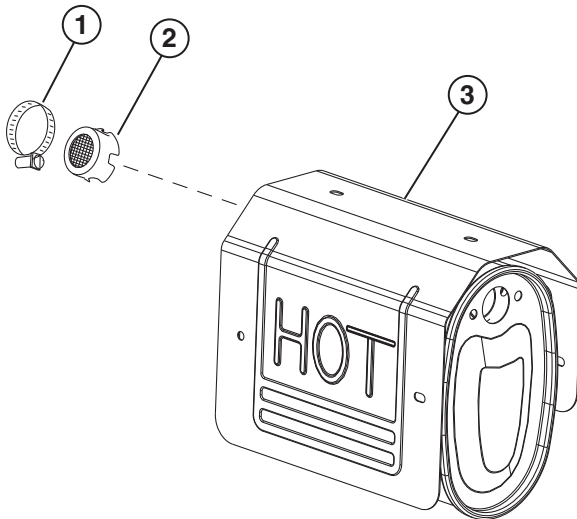

Figura 41 – Conjunto del amortiguador de chispas
3. Con un destornillador de punta plana, afloje la abrazadera de banda del amortiguador de chispas (vea la Figura 41).